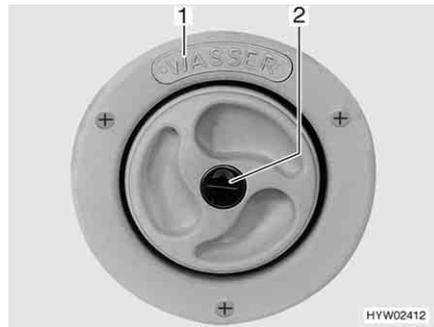
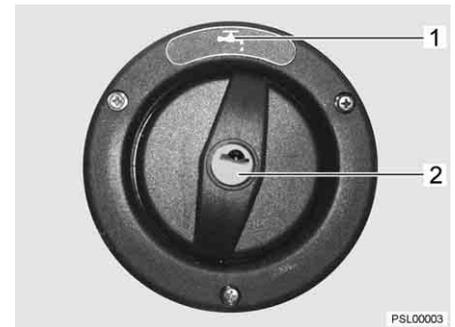

Bild 161 Trinkwasser-Einfüllstutzen
Bild 162 Trinkwasser-Einfüllstutzen (Alternative)
Der Trinkwasser-Einfüllstutzen ist mit dem Schriftzug "WASSER" (Bild 161,1) oder mit dem Symbol "☰" (Bild 162,1) gekennzeichnet. Der Verschlussdeckel wird mit dem Schlüssel für die Außenklappenschlösser geöffnet und verschlossen.
*Wassertank mit Trinkwasser befüllen:* ■ Trinkwasser-Einfüllstutzen (Bild 161 bzw. Bild 162) öffnen (siehe Kapitel 6).